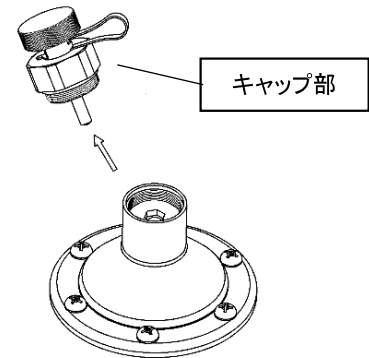

図 11
- (1) キャップ部をスパナ(呼び28)にて取り外します(図11)。